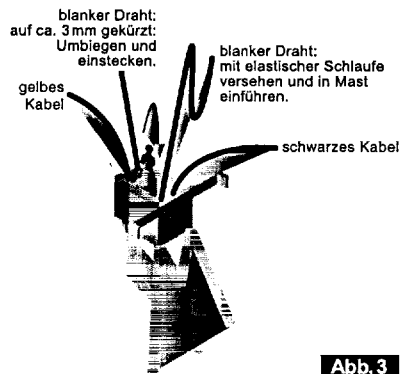

Abb. 3
- Nehmen Sie das Wartezeichen (3) zur Hand und führen das gelbe Kabel durch diese Öffnung in den Mast, und zwar so, daß es am unteren Mastende wieder sichtbar wird.
- Nun den blanken Draht des Wartezeichens, der neben dem gelben Kabel austritt, auf ca. 3mm kürzen und in die quadratische Öffnung biegen. Den zweiten blanken Draht mittels Zange im unteren Drittel mit einer Schlaufe versehen, so daß er bei Einführung in den Mast mit diesem Kontakt hat. (Abb. 3)